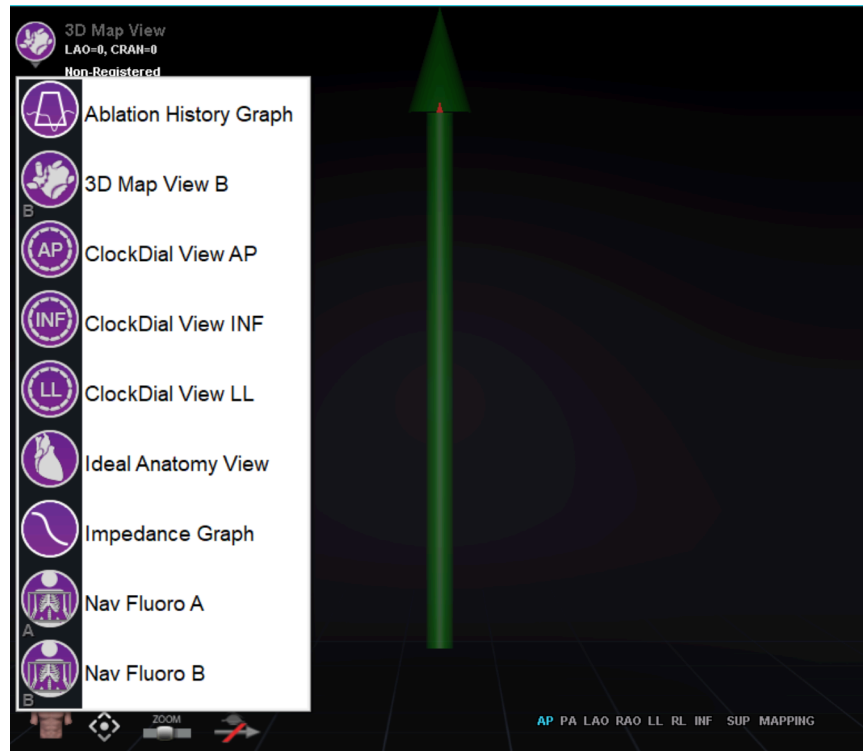

Abbildung 19. Menüoptionen für die Fensteranzeige
- Verwenden Sie das Dropdown-Menü „Window Swam (Fenstertausch)“ (**Abbildung 19**).
Im Bereich der *Navigant*-Videoquelle befinden sich violette Symbole in der oberen linken Ecke jedes Fensters. Durch Anklicken dieses Symbols wird ein Dropdown-Menü geöffnet (**Abbildung 19**), in dem der Benutzer eine andere Ansicht innerhalb dieses Fensters auswählen kann.